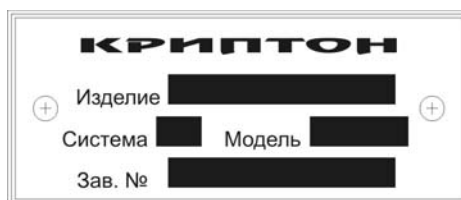

Рисунок 3 – Шильдик для маркировки декодера
1.6.1 Маркировка на лицевой панели содержит наименование изделия и товарный знак предприятия-изготовителя. Маркировка на боковой панели производится на шильдике и содержит полное наименование изделия, а также код системы, модель, заводской номер (рисунок 3).